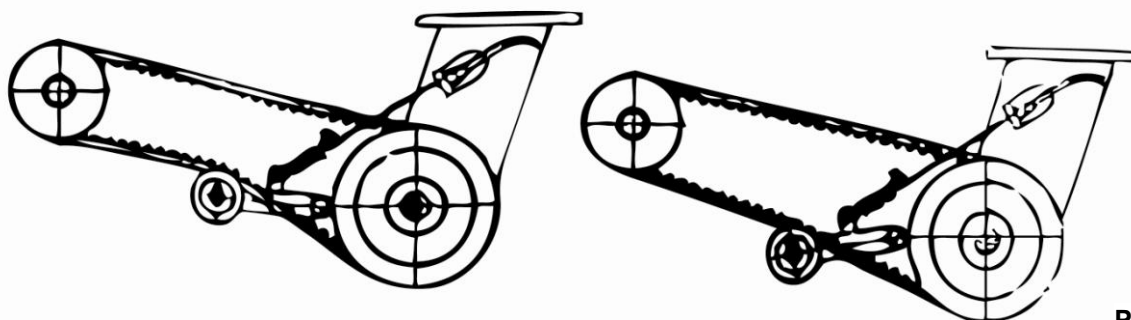

Рис. 2
- Сцепление культиватора относится к типу ременного с использованием ремня и натяжного ролика (См. Рис. 2).